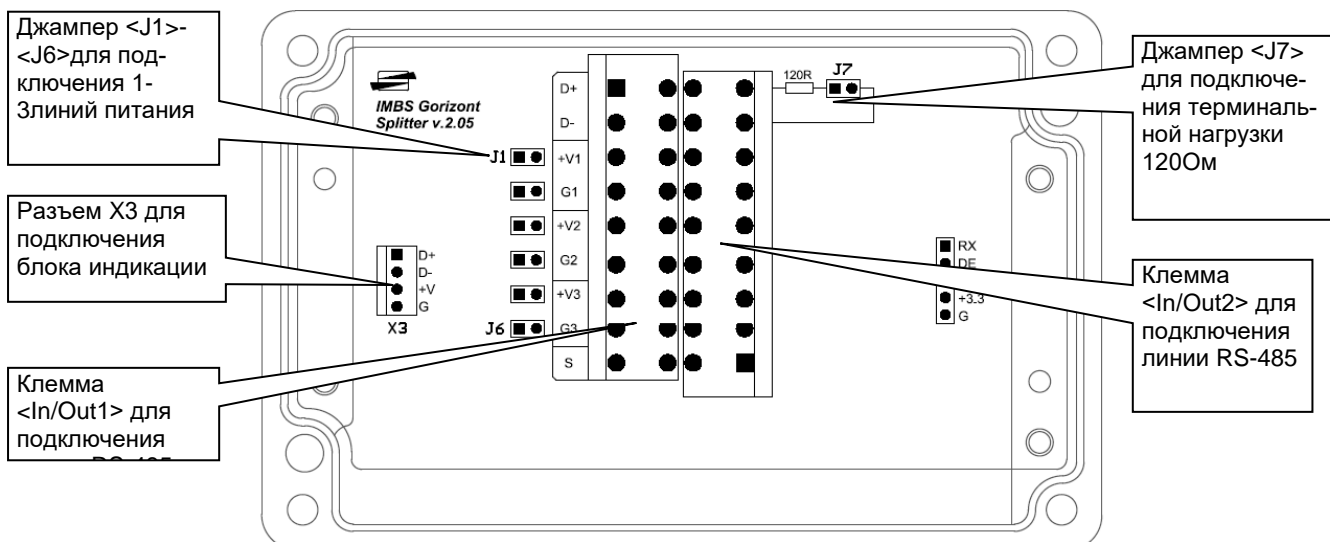

Рисунок 7 – Внешний вид платы электронного блока измерителя
5.11.11 На рис.7 представлен общий вид печатно платы электронного блока с обозначением клемм подключения.